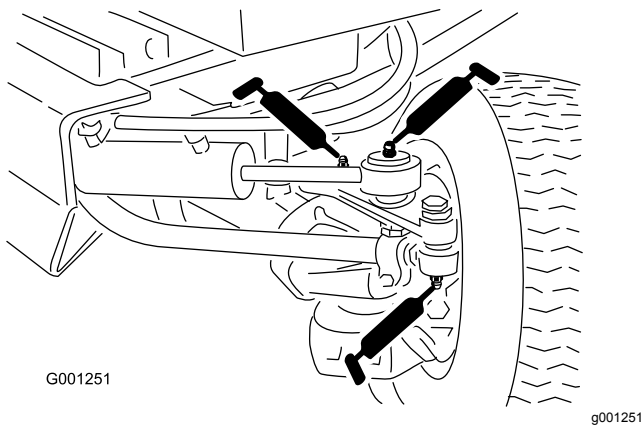

Figura 41
- Rótulas de las barras de acoplamiento (2) (Figura 41)
- Extremos de las bielas (2) (Figura 41)
- Puntos de giro de la dirección (2) (Figura 41)
- Pasador de giro del eje (Figura 41)